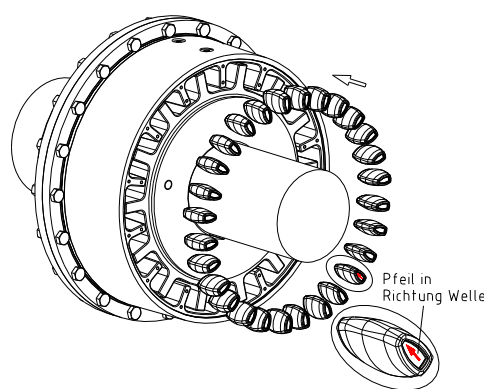

Bild 7
- Setzen Sie die Einzelelastomere (Bauteil 5) in die Hohlräume zwischen der Nabe und den Nockenring in der vorgeschriebenen Reihenfolge gemäß Bild 7 und 8 ein. Beachten Sie, dass der Pfeil auf den Einzelelastomeren in Richtung Welle zeigt.